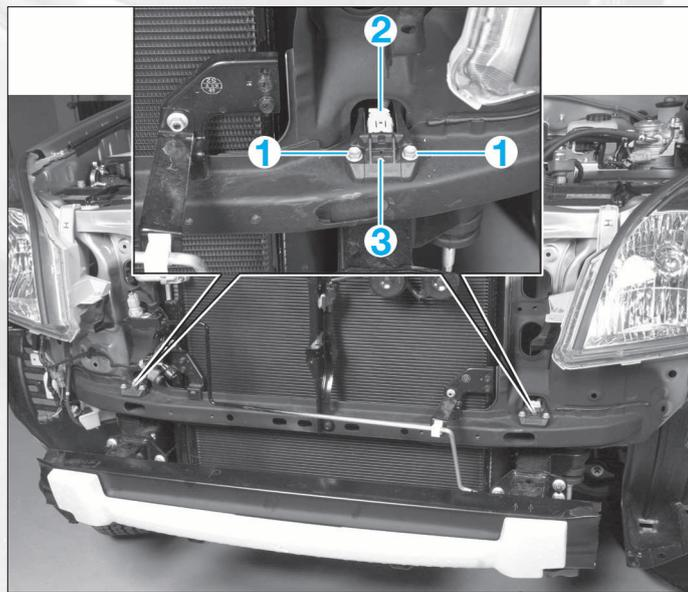

FIG. 10
- Déposer les deux vis de fixation (1) (**fig. 10**).
- Débrancher le connecteur (2).
- Déposer le capteur (3).